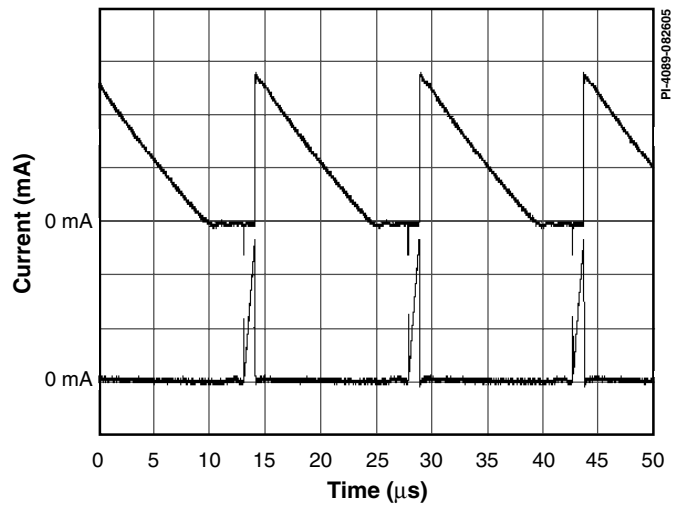

图3. 输出电流（上图）和输入电流（下图）， 50 mA/div ， $5\text{ }\mu\text{s/div}$
- 为了得到好的EMI性能，电路要严格工作在DCM方式（见图3-在每个开关周期上输出电流降低到零）。